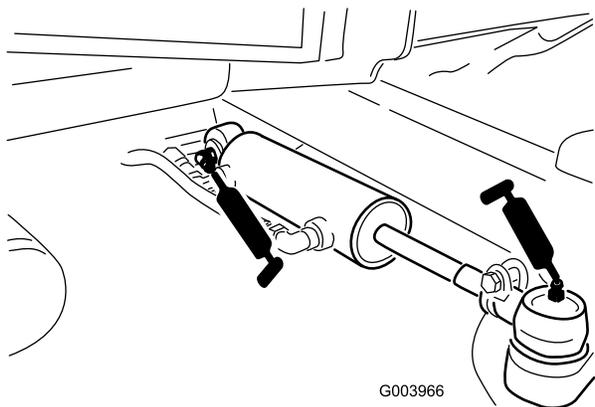

Рисунок 50
- Шаровые опоры гидроцилиндра рулевого управления (2 шт.) (Рисунок 50)